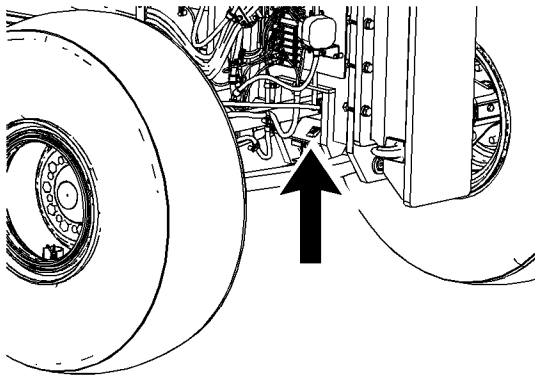

Ilustración 140
3. Enrolle dos cables de levantamiento alrededor del brazo de levantamiento de la máquina. Los brazos están ubicados cerca de los cilindros de levantamiento de la hoja. Hay un brazo de levantamiento en cada lado de la parte delantera de la máquina. Las áreas de levantamiento están identificadas con una etiqueta que muestra un gancho. Consulte la ilustración 140 .